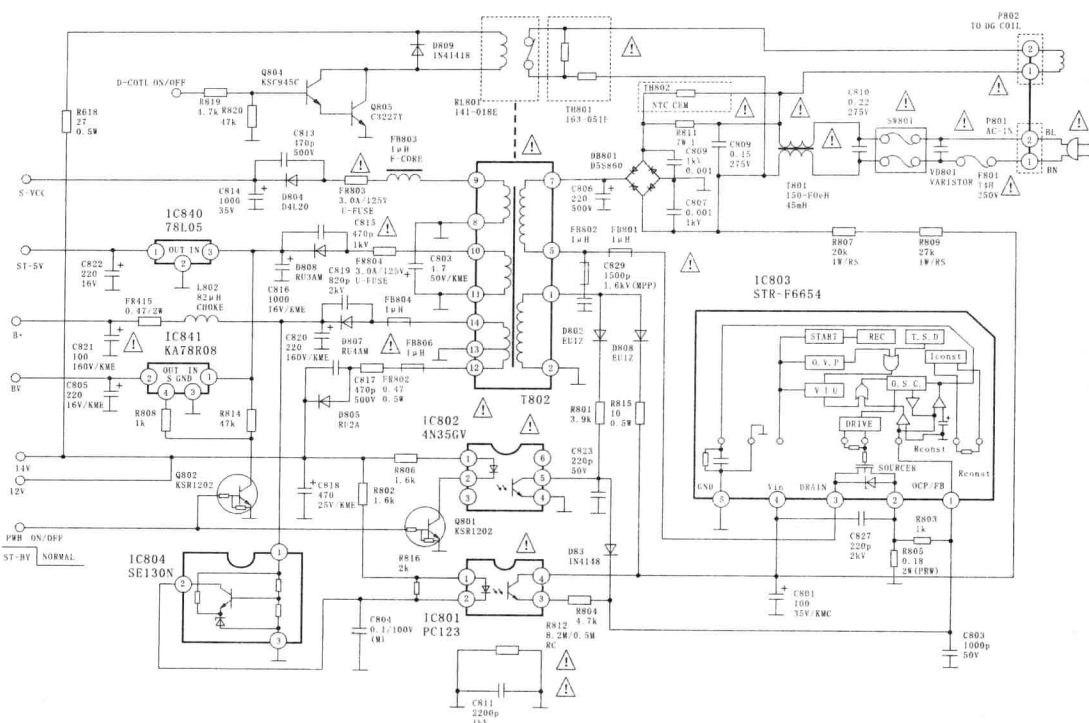

图 1-3 LG CF29H82 型彩电开关电源电路
工作原理 (图 1-3)交流 220V 电压经熔断丝 F801、压敏二极管 VD801、电源开关 SW801、互感线圈 T801,之后加到桥式整流堆 DB801 进行整流,经 C806 滤波获得 300V 直流电压,作为开关电源的工作电压。该电压经开关变压器 T802 的初级绕组⑦—⑤加到稳压控制集成电路 IC803 (STR-F6654)的③脚(即开关场效应管的漏极)。同时,220V 交流电压的一端经启动电阻 R807、R809 为 IC803 的④脚输出脉冲电压,使 IC803 内的振荡电路开始振荡。开关变压器 T802 的①脚输出脉冲电压经 D808 整流、C801 滤波形成的正反馈电压加到 IC803 的④脚,使开关电路进入稳定的振荡状态。